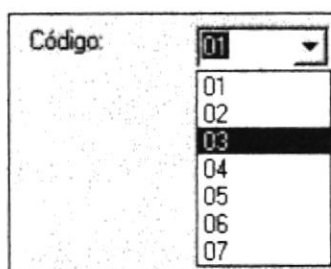

Figura 9.20. Lista de códigos de los estados.
2. Para visualizar esta lista haga click en  junto a la etiqueta que dice código y se presentarán todos los códigos existentes. Ver figura 9.20. El usuario deberá elegir de la lista el código del estado que desea modificar seleccionándolo de la lista con el Mouse o usando las teclas “↑” “↓” y luego presione Enter, en ese momento aparece la descripción relacionada al código de estado seleccionado.